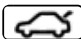

Fig. 63 Dans le capot arrière ouvert : touche de fermeture électrique du capot arrière
- Appuyez sur la touche dans le capot arrière ouvert ⇒ Fig. 63 .
- Dans le capot arrière, maintenez la touche  ⇒ Fig. 63 enfoncée jusqu'à ce que le signal de détresse se mette à clignoter.